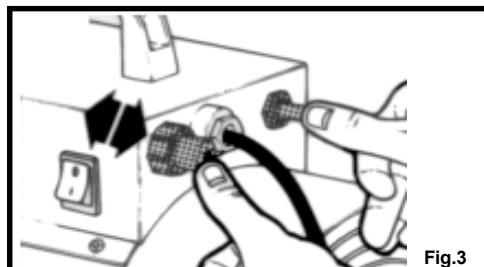

Fig.3
3. Premere il pulsante-gas a fondo, e tenendolo premuto, azionare ripetutamente l'accenditore piezoelettrici (vedi fig. 3).